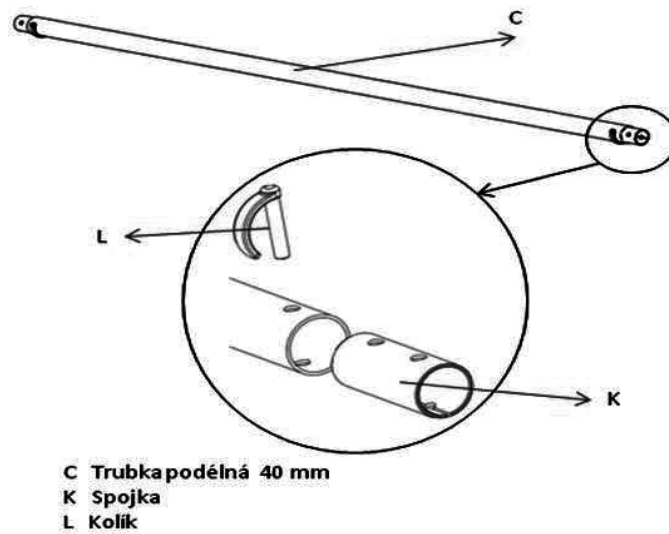

Abbildung 7
Es sind 3 Stück von Längsverbindungsrohren (Bedachung Oval verlängert 6 Stück), und zwar jeweils aus einem Rohr (C) mit einem Durchmesser von 40 mm, zwei Verbindungsstücken (K) und zwei Stiften (L), (Abb. 7) zusammenzustellen.